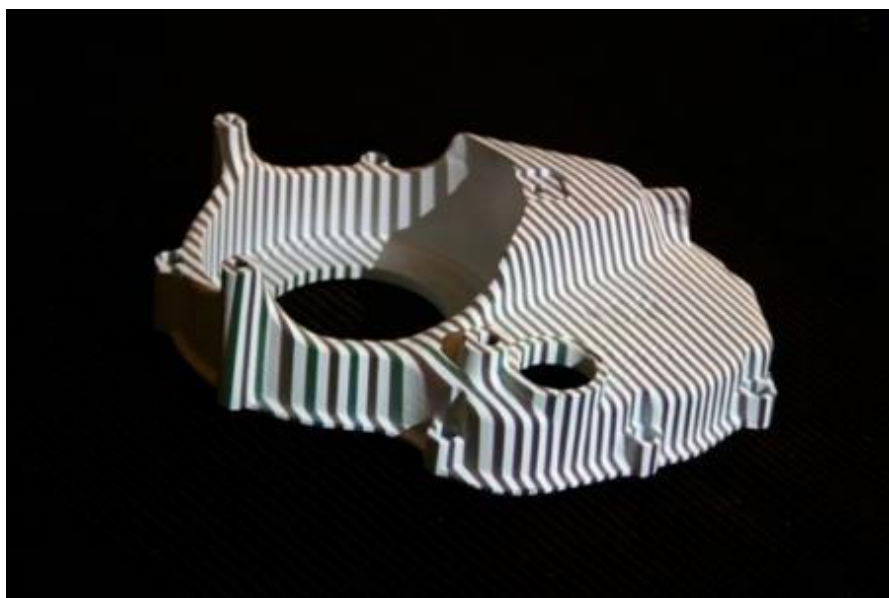

Рисунок 3.1 – Создание модели SL-сканером
- 3D-сканирование с LED подсветкой. Основными методами создания моделей являются: создание лазерных помех и проекций. Последний использует два плоских лазерных луча, для создания двух равноудаленных линий. Такой метод полезен для создания изображения с практически неограниченной глубиной резкости. Более распространёнными являются SL сканеры, которые работают по принципу стандартного видеопроектора, проецирующего на объект набор чередующихся между собой черных и белых полос (см. рисунок 3.1).